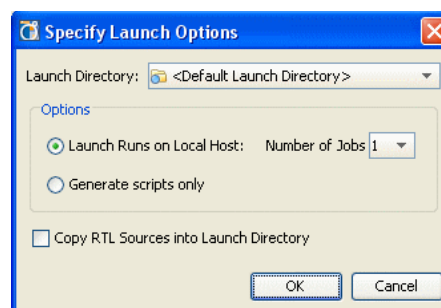

図 6-5 : [Specify Launch Options] ダイアログ ボックス
- [Launch Options] : 追加の起動オプションを選択します。図 6-5 に、[Specify Launch Options] ダイアログ ボックスを示します。